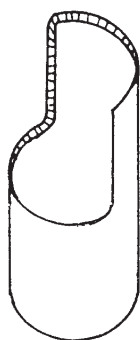

Figura 8
- Corta con unas tijeras las pestañas y dóblalas con unas pinzas hacia dentro de la lata (figura 8).